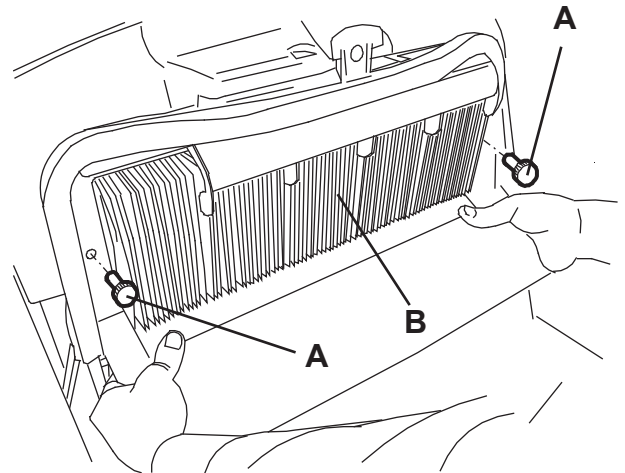
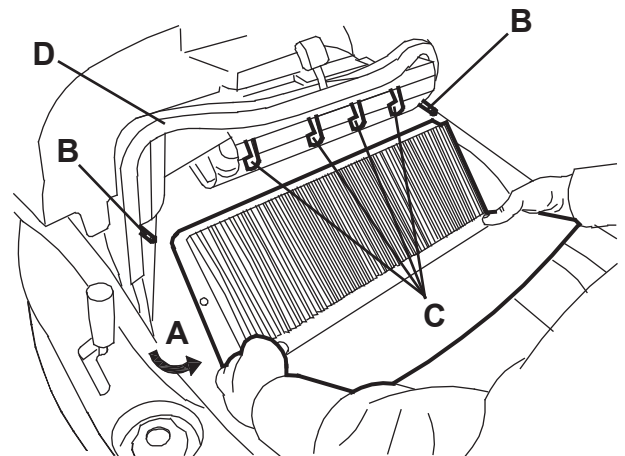

Abbildung 8
Abbildung 9
2. Hauptschalter (1) auf 0 stellen.
3. Abfallbehälter (9) abnehmen.
4. Knöpfe (A, Abb. 8) lösen.
5. Staubfilter (B) wie auf der Abbildung dargestellt festhalten.
6. Staubfilter, um ihn von den Bolzen (B) zu lösen, in Pfeilrichtung (A, Abb. 9) drehen und abnehmen. Filter absenken, um ihn von den Klammern (C) des Filterrüttlers zu lösen.
8. Den Filter in geeigneter Umgebung unter freiem Himmel reinigen: Die der Dichtungsseite (E) gegenüberliegende Seite (D) auf eine ebene und saubere Oberfläche klopfen. Reinigung mit einem senkrechten Druckluftstrahl (F) mit maximal 6 bar abschließen: Druckluftstrahl im Abstand von mindestens 30 cm ausschließlich auf die Dichtungsseite (E) richten.
9. Die gesamte Auflagefläche der Gummidichtung (E) des Filters reinigen und prüfen, ob sie unversehrt ist und die Dichtigkeit gewährleistet. Gegebenenfalls Filter austauschen.
10. Die gesamte Auflagefläche der Abfallbehälterdichtung (D, Abb. 9) reinigen und prüfen, ob sie unversehrt ist und die Dichtigkeit gewährleistet. Gegebenenfalls austauschen.